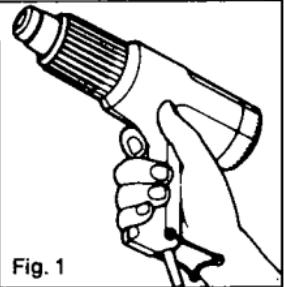
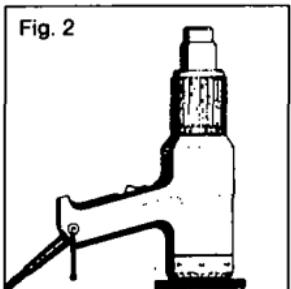

Fig. 1
Fig. 2
La distancia individual entre la pistola y el material que se va a trabajar depende del tipo de material y de la labor a efectuar. Aconsejamos que siempre se haga un test inicial referente al caudal de aire y la temperatura necesitada. En utilización manual (Fig. 1) se toma el aparato por su empuñadura (2) como una pistola de encolar o un taladro, pulsando el interruptor (3) con el dedo índice. Cuando se usa el aparato estacionalmente (Fig. 2), se apoya sobre la brida (8) y la rejilla para la aspiración de aire (7) usando la pistola como si fuese un soplete.